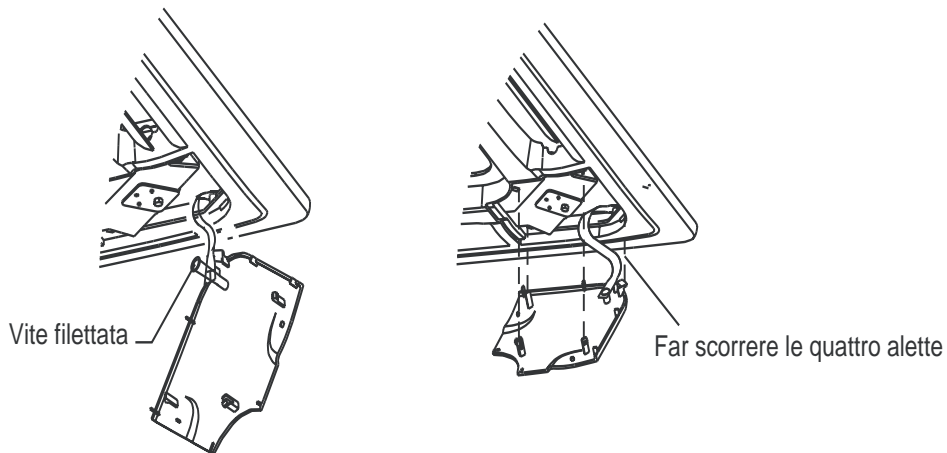

Fig.26
1. Fissare la corda del coperchio dell'angolo sulla vite del coperchio stesso. (Fig. 26)
2. Premere leggermente il coperchio sul pannello. (Fig. 26)